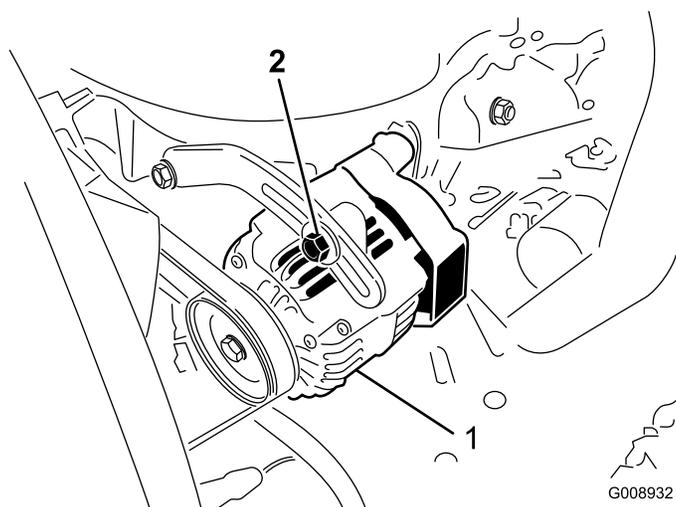

Figura 69
Controllate lo stato e la tensione delle cinghie (Figura 69) ogni 100 ore di servizio.
2. Se l'inflessione non è di 10 mm, allentate i bulloni di fissaggio dell'alternatore (Figura 69). Aumentate o riducete la tensione della cinghia dell'alternatore e serrate i bulloni. Controllate di nuovo l'inflessione della cinghia per accertare che sia esatta.